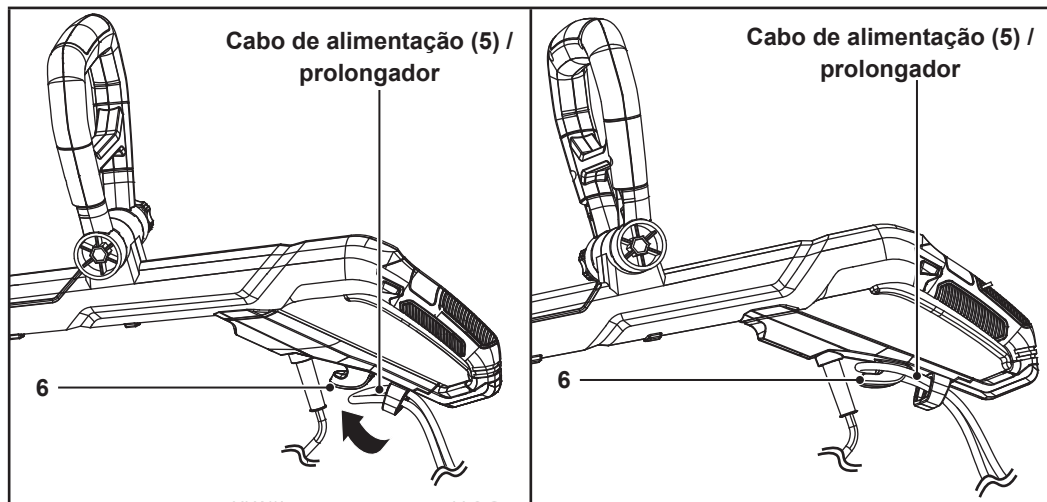

Fig. 8
**Apenas para o Reino Unido:** ligue o cabo de alimentação (5) ao alívio da tensão do cabo (6) em vez de ao prolongador. Pendure o cabo de alimentação tal como descrito nos passos seguintes.
1. Forme um laço com a extremidade do prolongador. Passe o laço pela abertura do alívio de tensão do cabo (6) (Fig. 8).
2. Prenda o prolongador ao gancho do alívio de tensão do cabo (6) (Fig. 8). Deixe o prolongador pendurado livremente por, pelo menos, 60 cm.
3. Ligue a ficha de alimentação (5) ao prolongador.